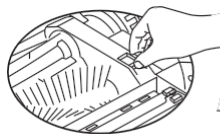

Рис.1
1. Надавите на защелку спереди и поднимите крышку большим пальцем правой руки, далее потяните центральную щетку за середину левой рукой. (См. Рис.1 и Рис.2)